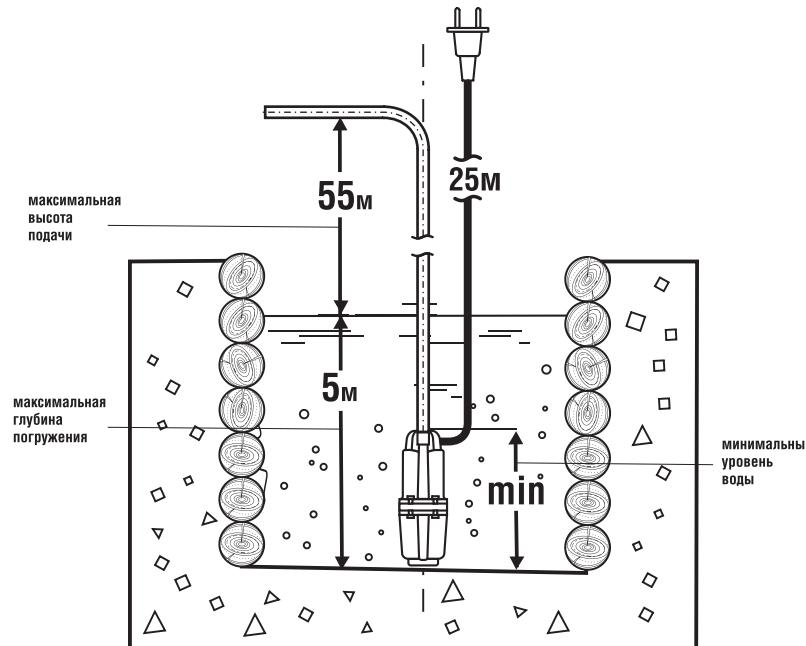

РИС. 2
4.5. Установку шланга (в комплект не входит) для подъема воды производите в строгом соответствии с техническими характеристиками модели насоса (рис. 2), а именно: высота подъема воды не должна превышать 55 м., шланг диаметром соединения ½ дюйма. Следите за тем, чтобы шланг был надежно закреплен и не имел сильных перегибов на всей длине и его расположение не должно способствовать случайному повреждению шланга (вдали от нагревательных приборов, острых предметов и т. п.).